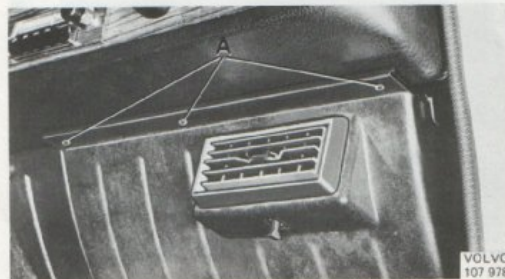

Bild 28. Demontering av aggregat tid.utf.
6. Lossa skruvarna (A bild 28) och lyft ur aggregatet ur vagnen.